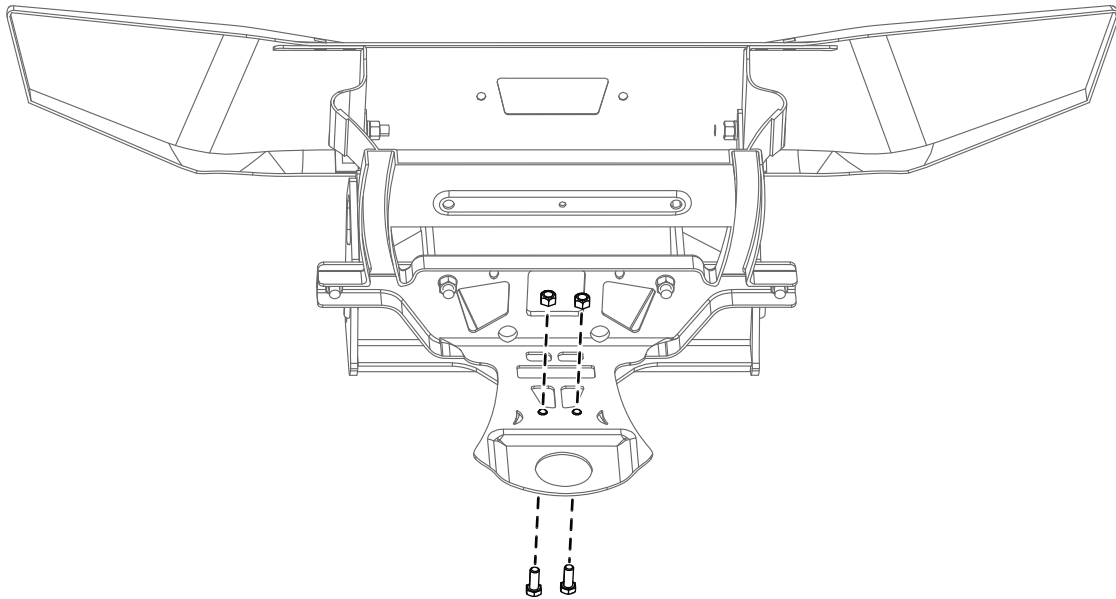

Figura 3
5. Sujete provisionalmente la parte inferior de la placa de protección del chasis al bastidor del vehículo con 2 pernos (M10 x 1½") y 2 contratuercas (Figura 3).